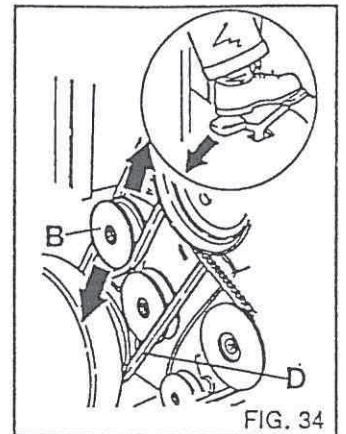

FIG. 34
- 5) Riemenscheibe B so verstellen, daß beim betätigen des Fahrpedals nach hinten der Antriebsriemen gespannt ist. (Fig. 34).